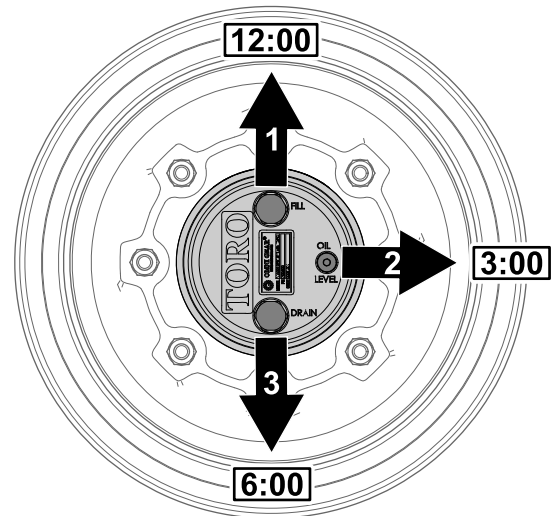

図 72
1. 水平な床面で、補給プラグが時計の12時の位置、点検プラグが3時、ドレンプラグが6時の位置を指すように駐車する 図 72。
2. 3時の位置にある点検プラグを外す 図 72。
1. 水平な床面で、補給プラグが時計の 12 時の位置、点検プラグが 3 時、ドレンプラグが 6 時の位置を指すように駐車する図 72 プラネタリギアオイルの点検 (ページ 70) を参照。